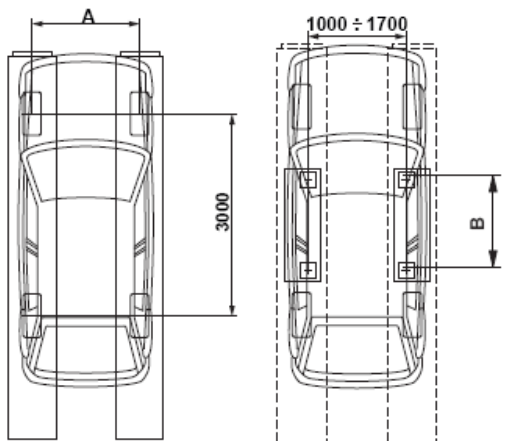

Fig.3
- min. spår: **A** (se fig. 3)